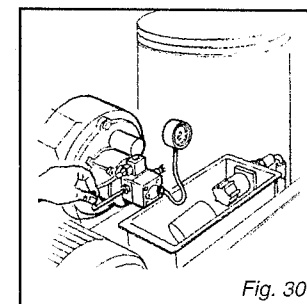

Fig. 30
Per una buona combustione la pompa del gasolio deve essere tarata a 9,5 bar. Per la taratura installare un manometro nell'apposita presa (P) sul coperchio della pompa gasolio ed agire sulla vite di regolazione (fig.30).
For a good combustion the oil pump has to be set at 9,5 bar. For the setting connect a pressure gauge on the appropriate plug (P) on the oil pump cover and turn the adjustment screw (fig. 30).
Pour une bonne combustion, la pompe du gas-oil doit être réglée à 9,5 bars. Pour le réglage, installer un manomètre dans la prise (P) sur le couvercle de la pompe gas-oil et agir sur la vis de réglage (fig.30).
Für eine gute Verbrennung muß die Dieselpumpe auf 9,5 Bar justiert sein. Zur Justierung ein Manometer an die entsprechende Dose (P) auf dem Deckel der Dieselpumpe anschließen und die Regelschraube drehen (Abb. 30).
Para una buena combustión la bomba de gasóleo debe estar calibrada a 9,5 bar. Para el calibrado instalar un manómetro en la toma (T) sobre la tapa de la bomba gasóleo y girar el tornillo de regulación (fig.30).